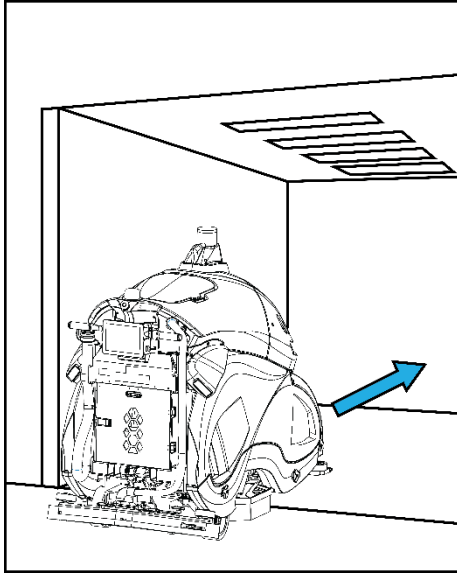
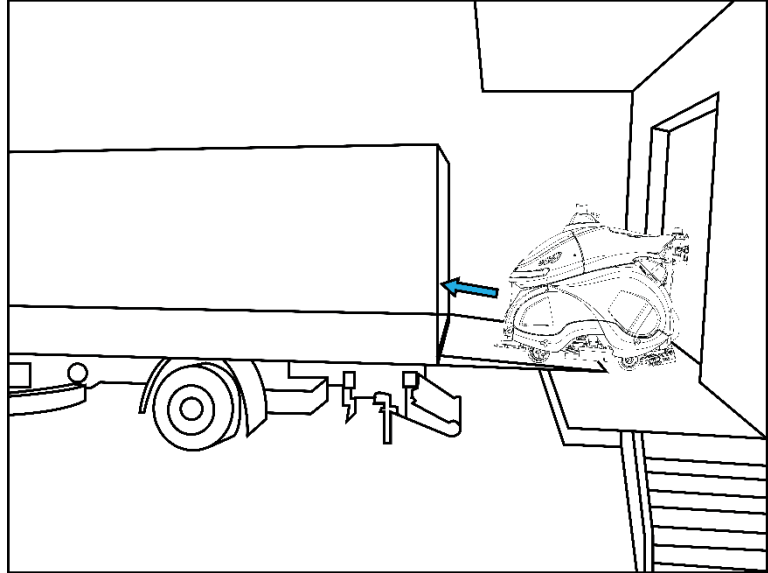

Fig. 3
Fig. 4
- Utilisez le mode manuel pour déplacer le REX SCRUB dans les ascenseurs ou le chargement : en marche arrière/avant (Fig 3 & Fig 4).
- Lorsque vous déplacez le REX SCRUB sur la rampe hydraulique d'un camion, rentrez-le. (Fig. 4).